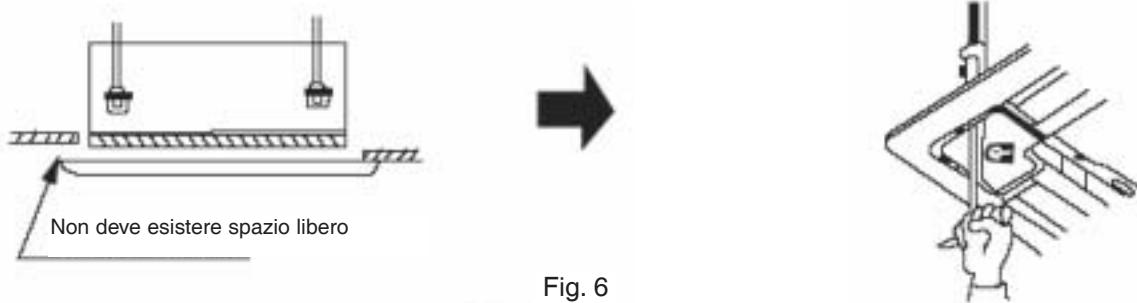

Fig. 6
1. Avvitare nei tiranti prima i dadi speciali A e poi i dadi speciali B (Fig. 6).
2. Sollevare l'apparecchio ed agganciarne le staffe di sospensione tra i dadi speciali (Fig. 6).
3. Regolare l'altezza di installazione agendo sui dadi speciali B (Fig. 6).
2. Se dopo il serraggio delle viti rimanesse dello spazio libero tra il pannello ed il soffitto occorrerebbe regolare l'altezza di installazione dell'unità agendo sui dadi dei tiranti di sospensione (vedere la Fig. 6).